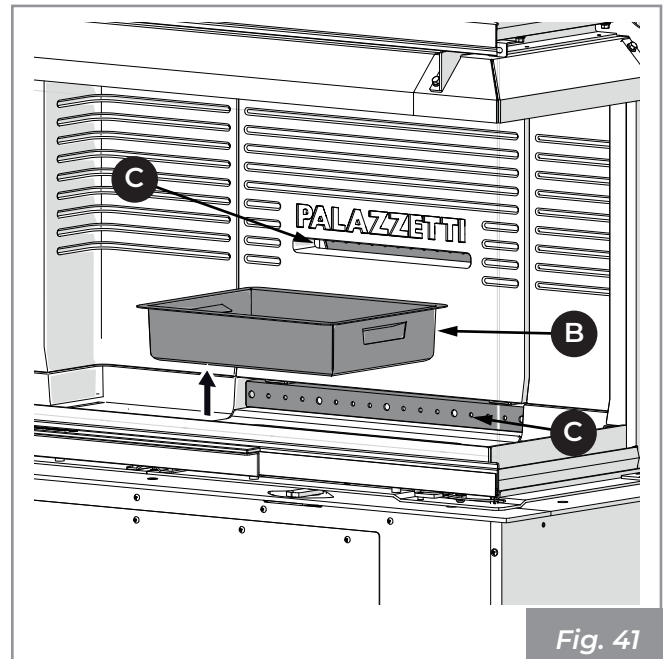

Fig. 41
- 2) Retirer le tiroir à cendres (B) de la base et aspirer les cendres déposées dans les compartiments situés en dessous (Fig. 41).
- 3) Aspirer les trous avant et arrière (C) du distributeur d'air de combustion afin d'éviter une éventuelle accumulation de cendres (Fig. 41).